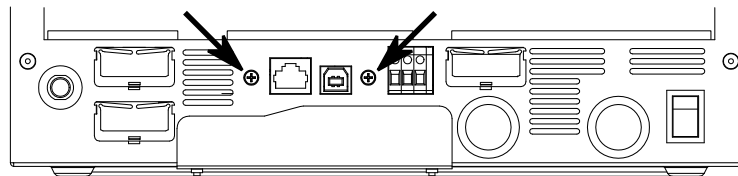

Figure 3 : Emplacement de la vis de la carte de communication
3. Retirez la carte de communication en retirant les deux vis sur la partie inférieure de l'onduleur comme indiqué à la Fig. 3, puis en faisant glisser la carte de communication vers le haut. Ces vis seront nécessaires plus tard.